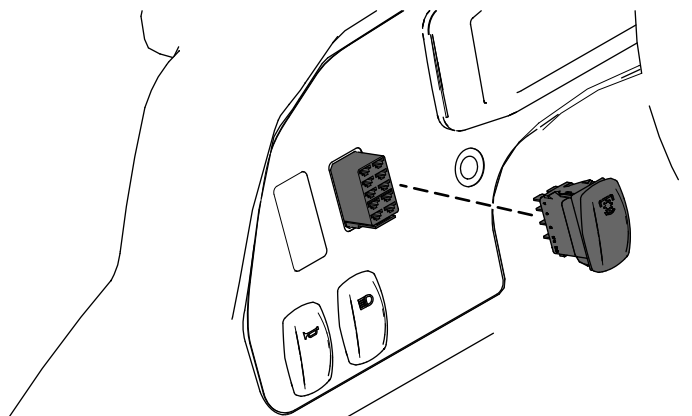

Figure 20
2. Identifiez le faisceau étiqueté HIGH-FLOW HYDRAULIC avec le connecteur de retour de bouclage et branchez la commande au connecteur (Figure 20).